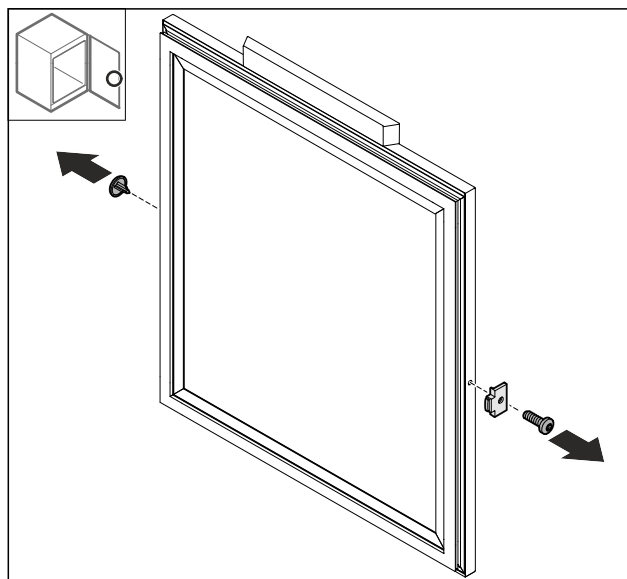

Fig. 77
- Noņemiet pārsegu Fig. 77 (1).
- Demontējiet durvju aizturi Fig. 77 (2).